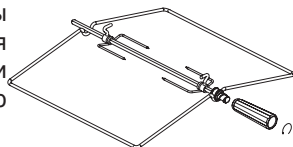
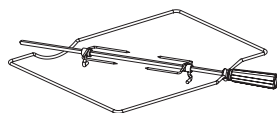

рис. 14
рис. 14.1
1.Плиты могут комплектоваться вертелом различной конструкции, со съемной рукояткой (рис.14). В зависимости от комфортности, плиты могут комплектоваться вертелами другого исполнения (рис. 14.1). Для вертела (рис. 14) при установке и извлечении использовать рукоятку, которая накручивается на резьбовую втулку.
Во время приготовления дверца должна быть закрыта, для вертела (рис.14) рукоятка должна быть снята.